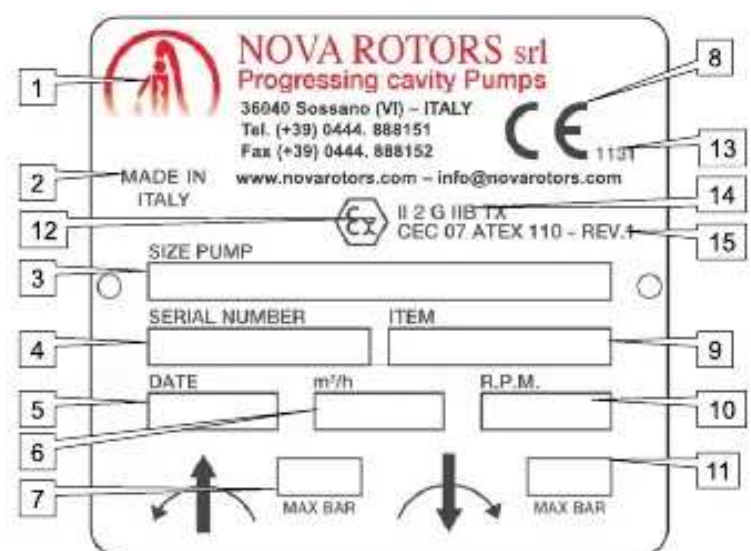

Fig. 5 – Placa de identificación para máquina ATEX
- placa de identificación para máquina ATEX (**Fig. 5**).
El marcado ATEX está formado por los siguientes elementos (**14 - Fig. 5**):